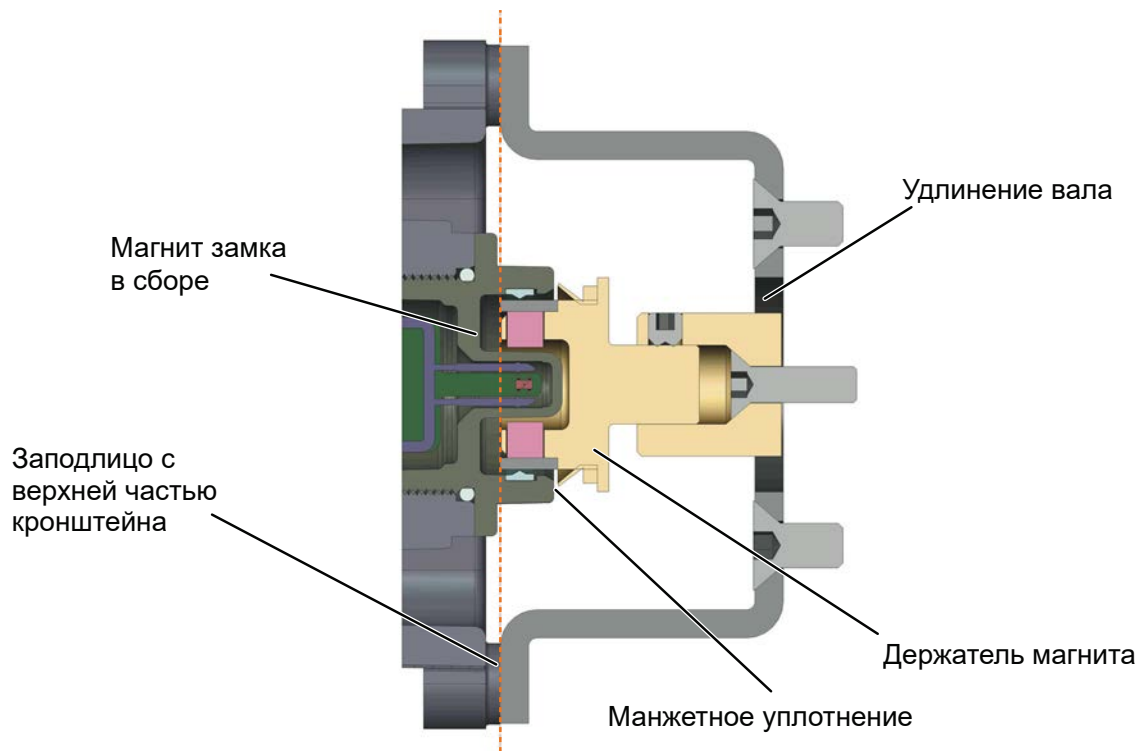

Рисунок 10 - Поворотный регулирующий клапан Camflex II с монтажным кронштейном (вид сбоку)
6. Совместите конец держателя магнита заподлицо с концом монтажного кронштейна (красная пунктирная линия на Рисунок 10 на стр. 29). Закрепите держатель магнита двумя установочными винтами М6 с помощью шестигранного ключа 6 мм.